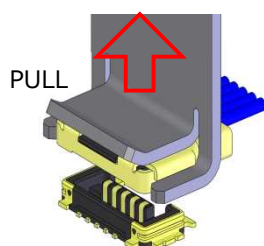

Fig.15
- ② コネクタに対し垂直に挿抜 JIG を引き上げ、プラグコネクタを抜去します。(Fig.15)